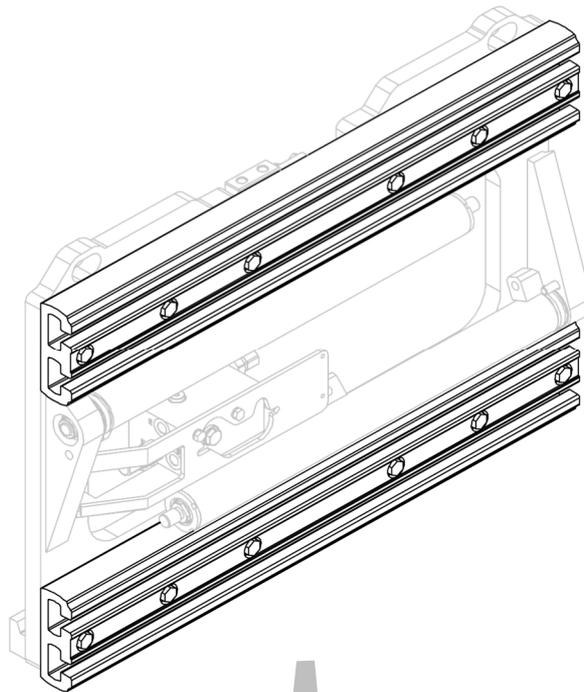
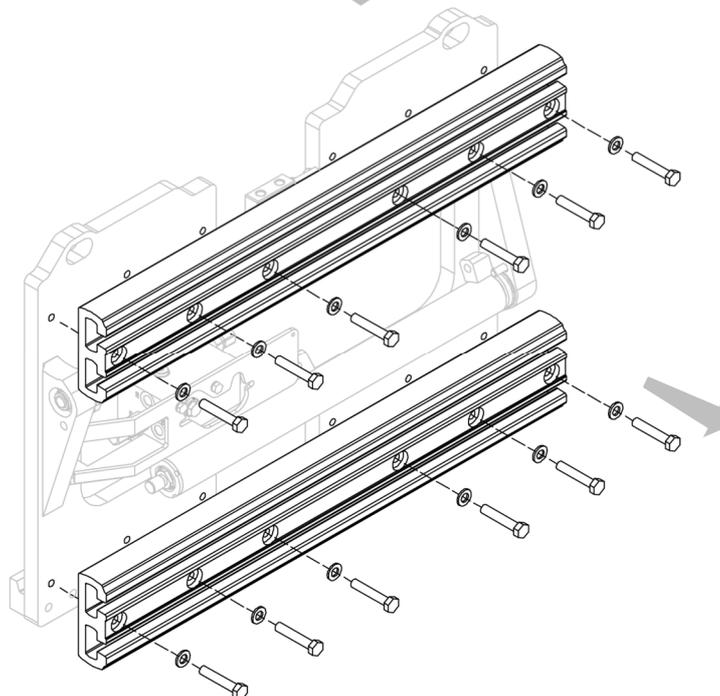

Abbildung 26
Abbildung 27
2. Entfernen Sie nacheinander die Aluminiumprofile, nachdem Sie die entsprechenden Schrauben gelöst haben (siehe *Abbildung 26* und *Abbildung 27*).